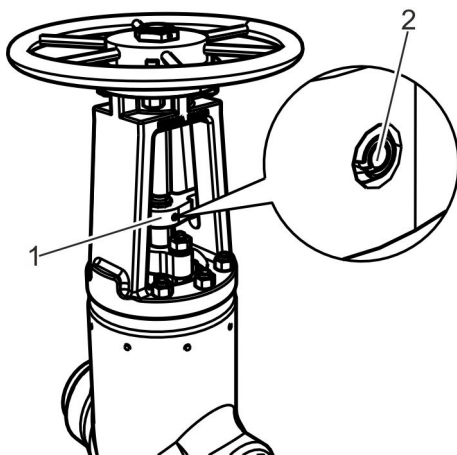
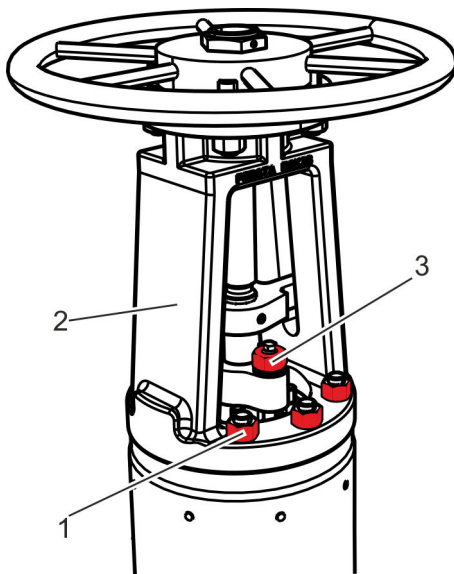

Abb. 19: Verdrehsicherung lösen
Abb. 20: Muttern entfernen
1. ➤ Falls Verdrehsicherung vorhanden: Spannstift (Abb. 19/2) der Verdrehsicherung (Abb. 19/1) lösen und entfernen.
Muttern (Abb. 20/1) am BÜgelaufsatz lösen und entfernen.
Muttern (Abb. 20/3) an der Stopfbuchsbrille lösen und mit Unterlegscheiben entfernen.
⇒ Der BÜgelaufsatz (Abb. 20/2) hebt sich vom Gehäuse ab.
BÜgelaufsatz (Abb. 20/2) und Verdrehsicherung (Abb. 19/1) nach oben abnehmen.